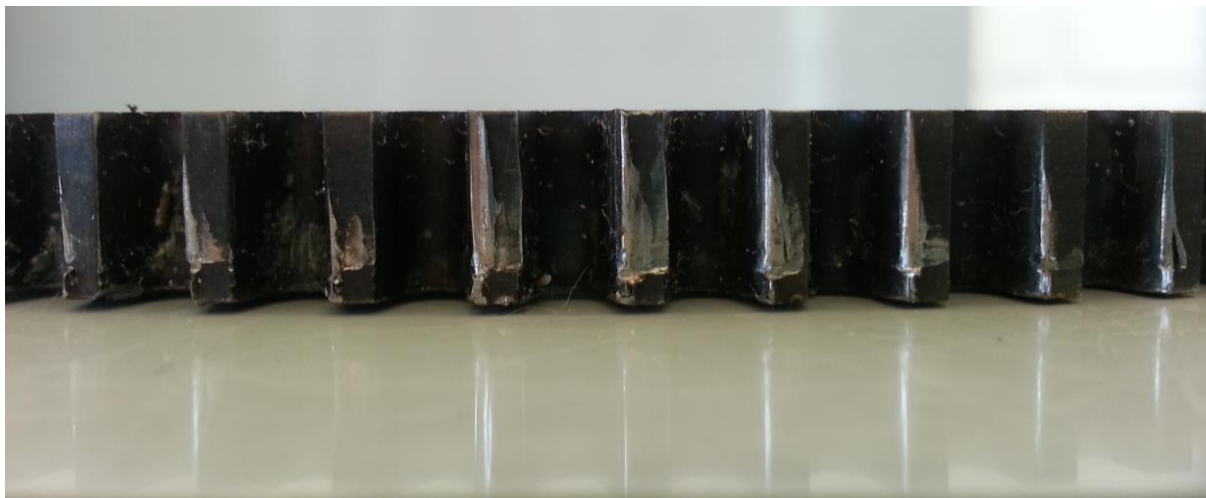

Abb. 1 - Tragbild (ungleichmäßige Abnutzung)
- 2 Sollte das Tragbild eine ungleichmäßige Abnutzung (siehe Abb. 1 / z.B. durch Schräglauf) aufweisen, so ist die Ausrichtung der Bendixwelle zu überprüfen. Dazu unteres Lager ausbauen und prüfen, ob die Welle, wenn sie lastfrei ist, zentrisch in der Lageraufnahme positioniert ist. Sollte im oberen Lager Spiel vorhanden sein, so ist folgendes durchzuführen: